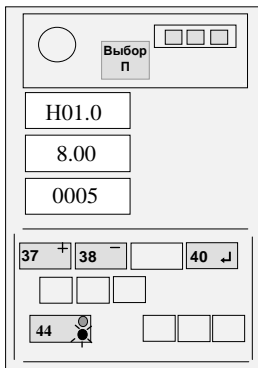

Рисунок 11
4.4.5.3 Нажать кнопку "←" (40, см. рисунок 11).